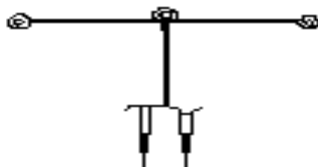

Рисунок 7. Комнатная FM антенна
3.5 В комплект усилителя входит (рисунок 7) комнатная антенна для FM-диапазона.